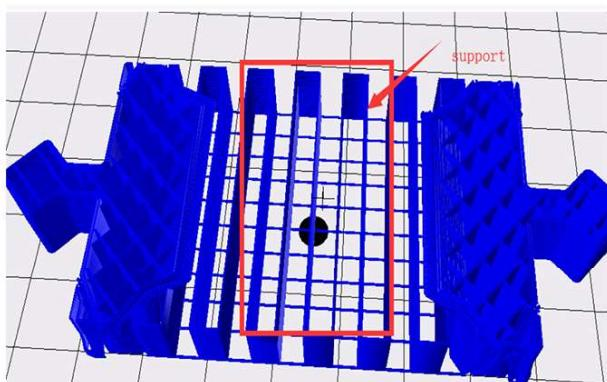
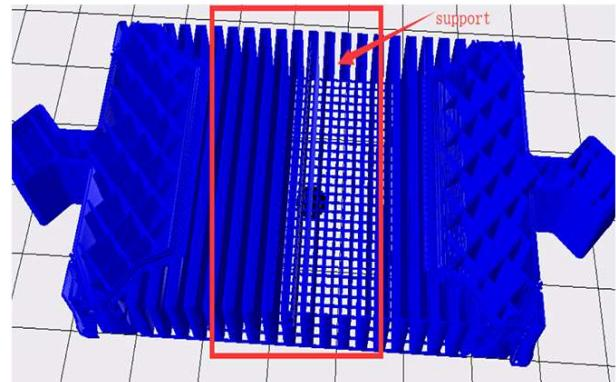

图 22 · 10% 支撑填充率
图 23 · 30% 支撑填充率
3. 支撑填充率 (%)：即支撑的填充率，决定相邻支撑填充线之间的距离，值越大，则走线越近，支撑结构越密集。填充率越高，支撑强度越高，支撑越实心，则越容易支撑住模型，但越难去除；填充率越低，支撑强度越低，则越容易去除，但对模型的支撑能力越低。图 22 与图 23 分别展示了 10% 支撑填充率与 30% 支撑填充率的情况，可以明显看到 30% 支撑填充率的支撑结构比 10% 的要密集得多。